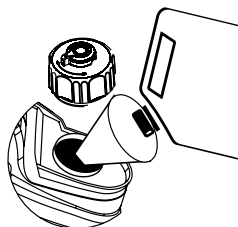

Figure 5: Niveau maximum de remplissage en essence
6. Ajoutez lentement de l'essence dans le réservoir. Faites très attention à ne pas trop remplir le réservoir. Le niveau d'essence ne doit PAS être supérieur à l'anneau rouge (voir la figure 5).